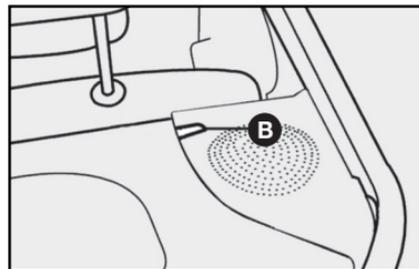

fig. 101
2) Suelte los tornillos **A-fig 101** de la repisa trasera de sus propios alojamientos y luego quítela.